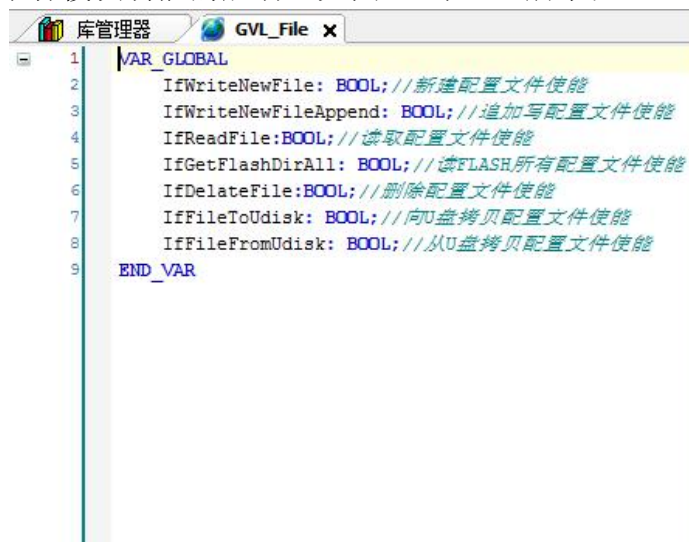

图4.28 定义全局变量列表
- 3) 在POU_FileManage中完成各模块程序功能主体的编写，并定义一个全局变量列表来控制POU_FileManage中各模块功能的启动，如图4.28和4.29所示；